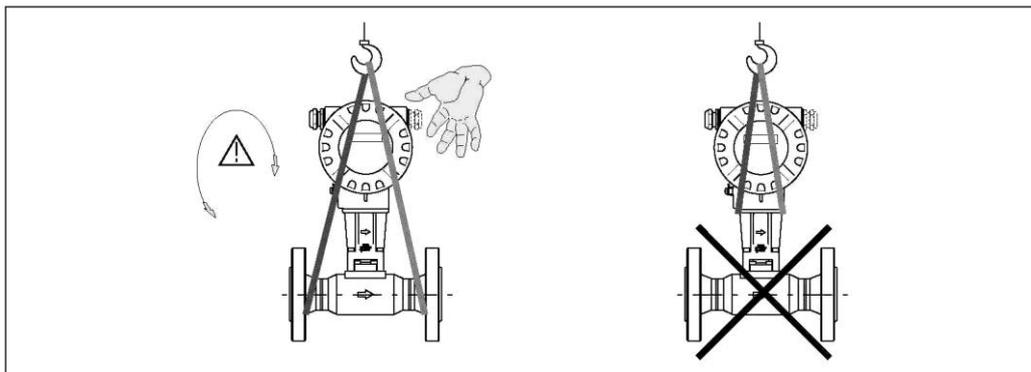

Рис. 4: Инструкция по транспортировке датчиков с номинальным диаметром DN 40...300 (1½...12")
- При транспортировке приборов в раздельном исполнении с номинальным диаметром DN 40...300 (1½ ... 12") не следует поднимать прибор за корпус преобразователя или корпус клеммного отсека (см. рис. 4). Для транспортировки используйте крепежные петли, которые следует заложить вокруг обоих концов прибора в местах присоединения к процессу. Не используйте цепи, поскольку они могут повредить корпус.